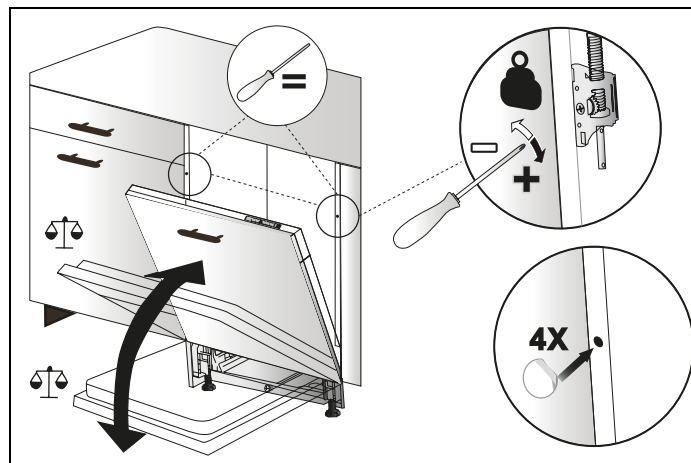

Fig. 31
9) En función del peso de la puerta de madera montada, el equilibrado debe realizarse mediante el mecanismo que se muestra en Fig. 31 .